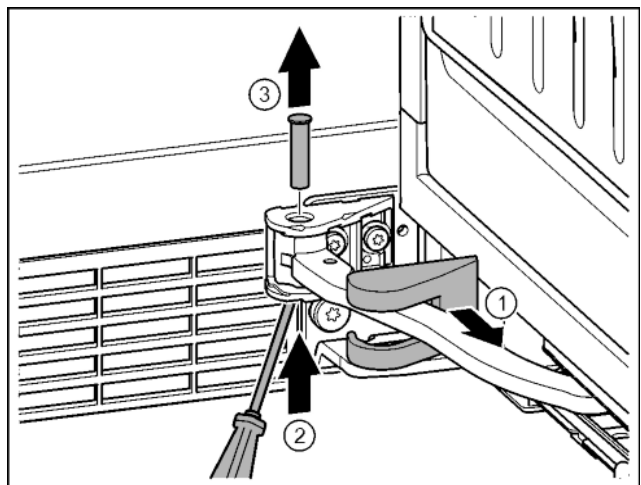

Fig. 15
- ▶ Húzza le a csapágybak fedelét, és a csukló mentén tolja el. Fig. 15 (1)
- ▶ Ujjaival vagy egy csavarhúzóval emelje fel letről a csapszeget. Fig. 15 (2)
- ▶ Vigye a csavarhúzót a csapszeg feje alá, és húzza ki azt. Fig. 15 (3)